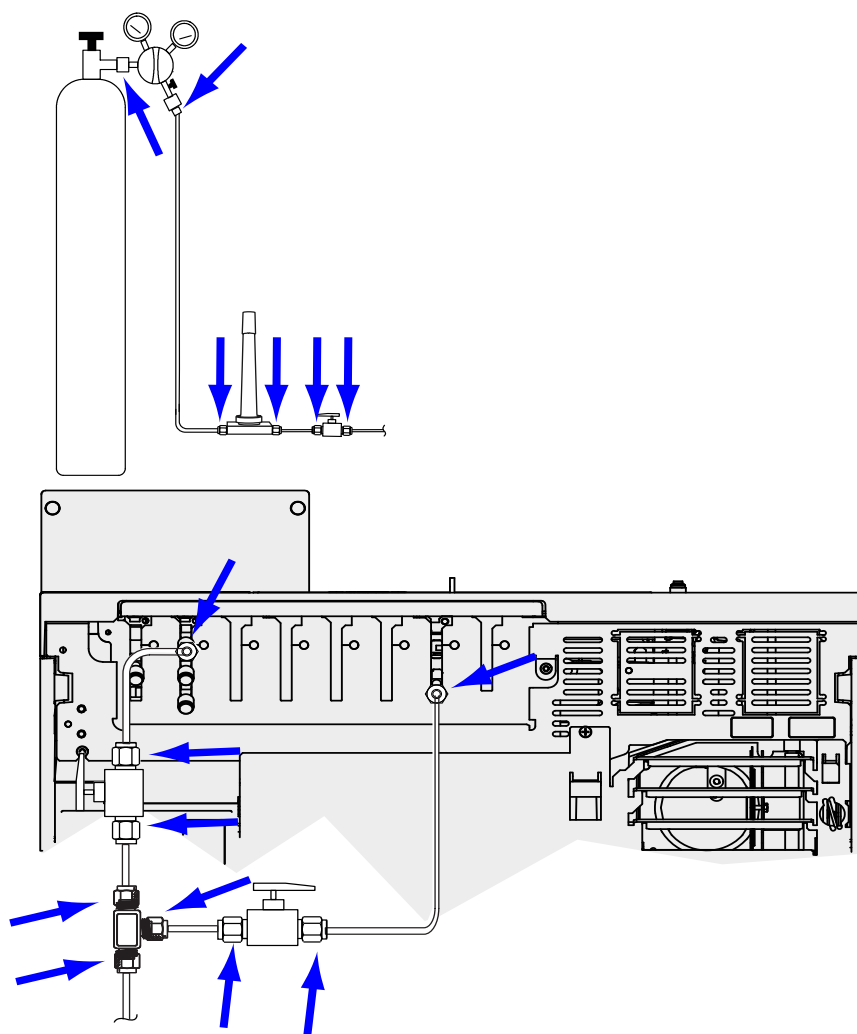

Figura 11. Posizioni in cui verificare la presenza di eventuali perdite
- 4 Attendere 10 min. Se si verifica un calo misurabile della pressione superiore a 7 kPa (1 psi), è presente una perdita nelle connessioni esterne. Controllare tutti i raccordi utilizzando il rivelatore di perdite. Vedere **Figura 11**.